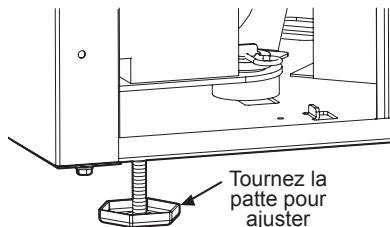

Figure 11
- Si la machine à glaçons n'est pas de niveau, ajustez la patte aux coins de l'appareil, au besoin (Figure 11).